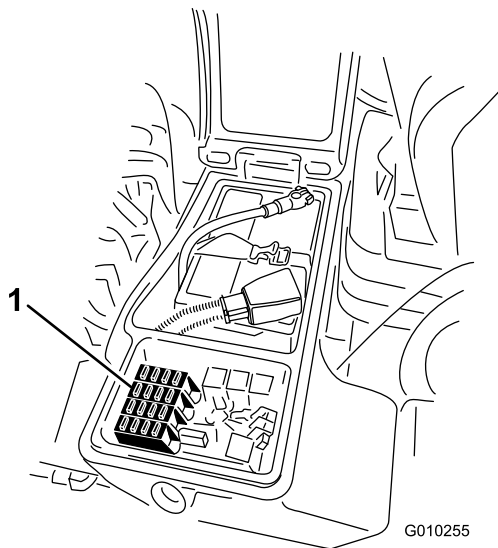

図 96
1. 右側の物入れのカバーのラッチを外してベルトカバーを外し 図 95、ヒューズブロックを露出させる 図 96。
2. 必要に応じてヒューズを交換する 図 96。